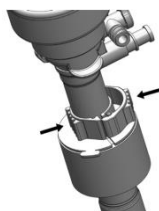

図 1
- (1) クランプを外してフォームカフのロックを解除し、スリーブ上部にスライドさせる。
- (2) アクセスポートを切開部に挿入し、約 180° 回転を加えながら押し込み体腔を貫通させ、先端のバルーン部分が体腔に挿入されるまでアクセスポートを押し込む。
- (3) シリンジに 10mL の滅菌水、滅菌生理食塩水、または 15mL の空気を充填し、バルーン拡張用ポートに取り付け、バルーンをゆっくりと膨張させる。
- (4) バルーンを膨張させた後、フォームカフを皮膚にしっかり押し付けながら、スリーブを引き上げ、親指と人差し指をクランプのリブ部分に置き、クランプがロックされるまで押し込み(図 1 を参照)、フォームカフを所定の位置に固定する。アクセスポートの固定をやり直す場合は、クランプのタブのロックを解除し、フォームカフを押し上げた後、再調整する。
- (1) クランプを外してハッサンプラグのロックを解除し、スリーブ上部にスライドさせる。
- (2) アクセスポートを切開部に挿入し、約 180° 回転を加えながら押し込み体腔を貫通させる。
- (3) ハッサンプラグを切開部にしっかり押し付けて親指と人差し指をクランプのリブ部分に置き、クランプがロックされるまで押し込み(図 1 を参照)、ハッサンプラグを所定の位置に固定する。アクセスポートの固定をやり直す場合は、クランプのタブのロックを解除し、ハッサンプラグを押し上げた後、再調整する。